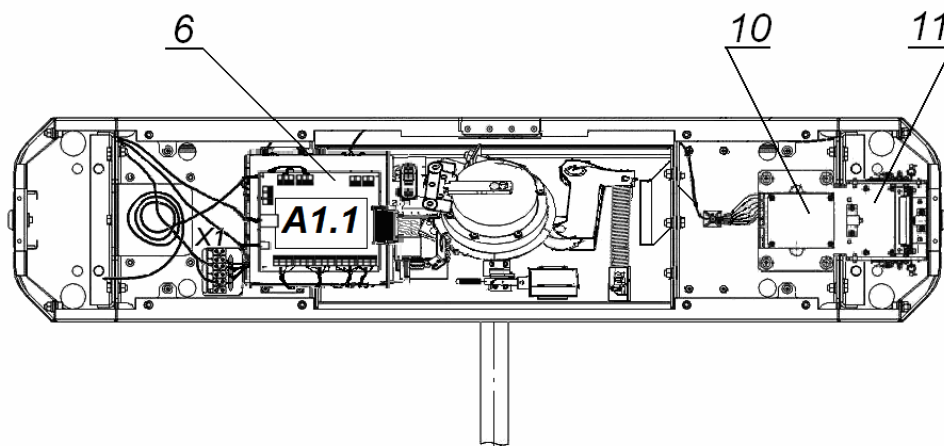

### Рисунок 11. Схема разметки для установки стойки ЭП
4. Выполните на установочной поверхности в соответствии с рис. 11 разметку отверстий для монтажа стойки.
5. При необходимости прокладки кабелей под поверхностью пола подготовьте в полу кабельный канал, подходящий к одной из зон подводки кабелей, указанных на рис. 11.